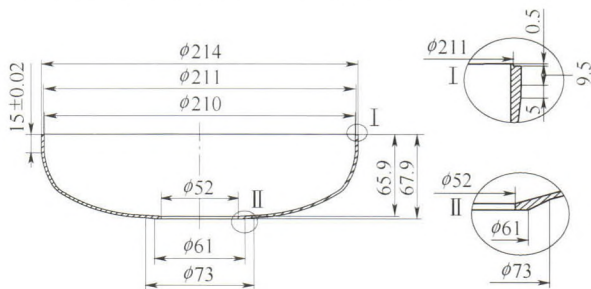
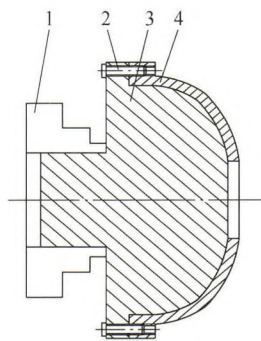

图1 内外椭圆薄壁零件
图3 精车外形零件的装夹示意图
我们加工的内外椭圆薄壁零件为壁厚 1.2 mm、材料: 铝合金 (牌号 2A80)、外径 214 mm、长 67.9 mm 的薄壁零件。如图 1 所示。
(3) 精车内形。用软爪装夹零件外部凸台处,精车内形和端面以及 $\phi 211$ mm,凸台距端面处0.5 mm(见图1放大图I)。椭圆为非圆曲线,用CAXA数控车软件或用MasterCAM制造系统绘图后置处理生成程序。
(4) 车专用夹具(夹具胎)。材料选用45钢,加工的专用夹具外形包含一个长15 mm的直线段,和一个2:1的标准圆,椭圆中心位于两条中心线的交点,半长轴为 (105 ± 0.05) mm,半短轴为 (52.5 ± 0.05) mm,大端直径 (210 ± 0.1) mm,圆度0.2 mm;台阶外径260 mm,厚度15 mm,夹爪夹持部分 $\phi 80$ mm,长60 mm,总长128 mm。再在专用夹具凸边处根据零件4个孔位置配钻4个 $\phi 6.5$ mm孔。
(5) 精车外形。用反爪装夹精车椭圆夹具,将零件扣在夹具上,用4个螺钉联接固定,精车外形椭圆部分。专用夹具可防止零件在加工过程中受力变形。如图3所示。